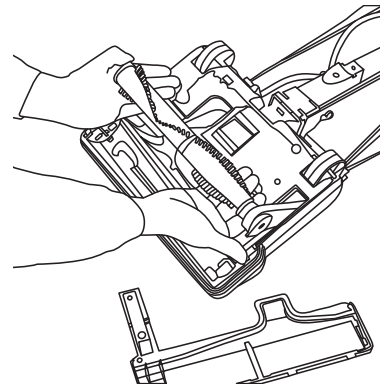

Fig. 14
3. Faites passer la nouvelle courroie autour de l'arbre de traction du moteur et de la brosse (Fig. 14).